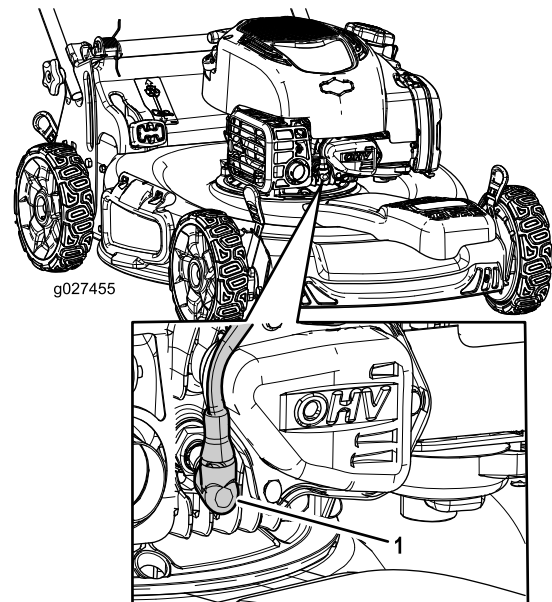

Figura 23
2. Deconectați cablul de la bujie (Figura 23).